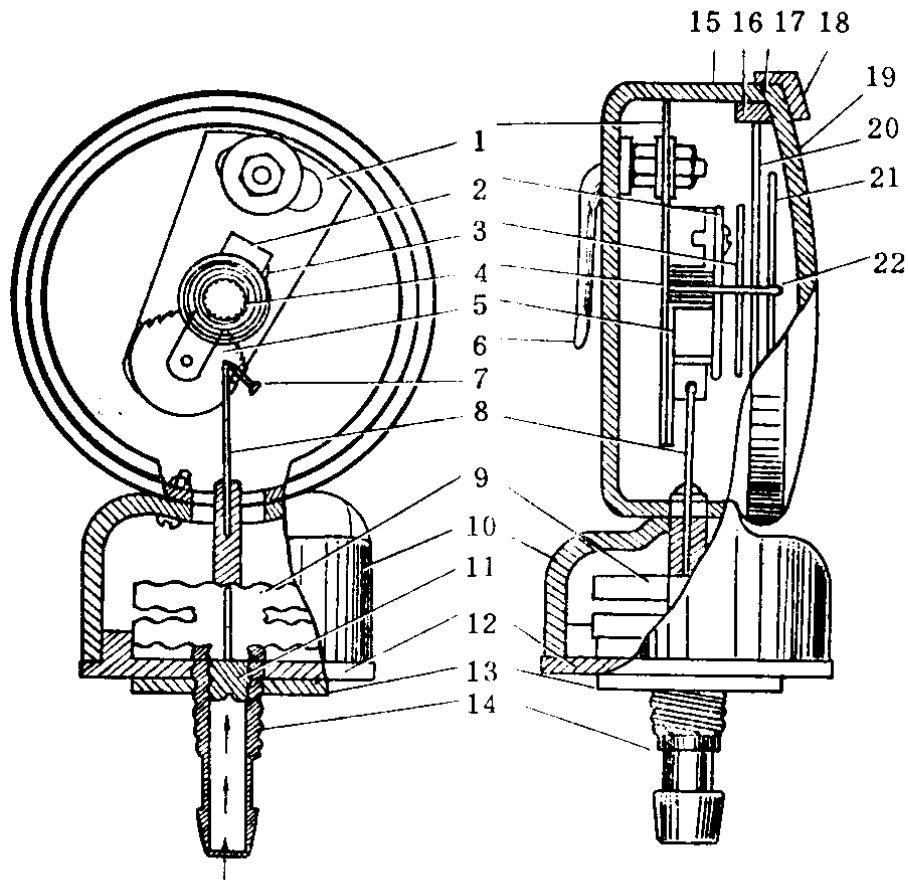

图 1-3 气压表 (气压计)
这种血压计的测压计是一块气压表，表面的刻度每一小格相当于 2 毫米汞柱的压力，最低刻度为 20，最高为 300，即相当于 20 至 300 毫米汞柱的压力。其内部结构如图 1-3。表针②装在